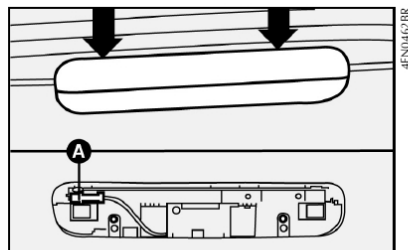

fig. 37
1) pressionar os locais indicados pelas setas **fig. 37** na tampa plástica do brake-light, que se encontra sobre o compartimento de bagagem. Retirar a tampa, puxando-a;